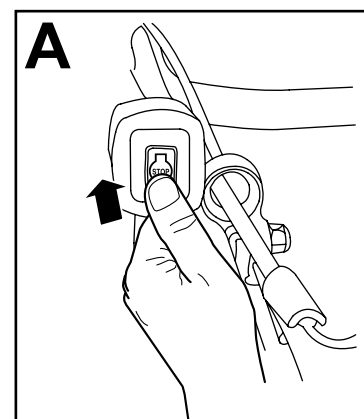

Figure 18
Poussez l'interrupteur à bascule (Figure 18) à la position ARRÊT et maintenez-le dans cette position jusqu'à l'arrêt du moteur.
1. Tournez la clé de contact à la position ARRÊT (A de Figure 18).
2. Une fois le moteur arrêté, retirez la clé de contact et emportez-la avec vous quand vous quittez la machine (B de Figure 18).